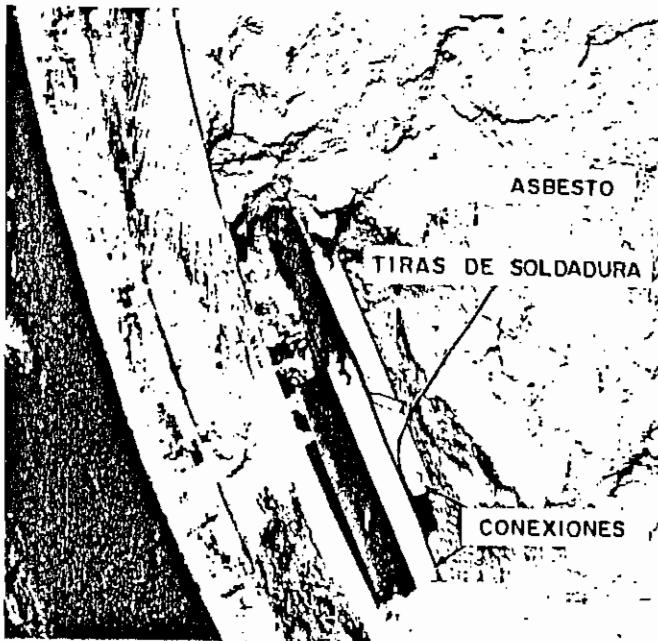

Fig. 38. Conexión de la bobina del campo de excitación, tira de soldadura insertada y area adyacente cubierta con asbesto
2. Remuévase la armadura fuera del horno y déjese enfriar a una temperatura de 90 C a 100 C (194 F a 212 F). Sumérjase la armadura en barniz claro GE-A15B19B durante un minuto. Sosténgase la armadura, con el extremo correspondiente al conmutador hacia arriba, por medio de la argolla de levantar, Cat. 8843590G1 (véase la Fig. 38).